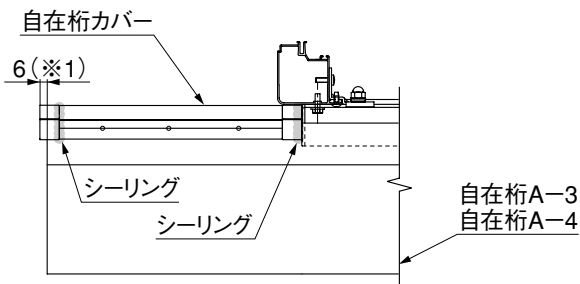

図4-3
- ④ 接触部分にシーリング材を塗布してください。(図4-3参照)